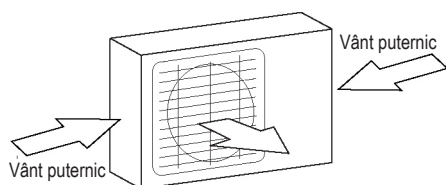

Fig. 5.1
- Dacă locația este expusă la vânt puternic (de exemplu: în apropiere de țărni), unitatea trebuie amplasată pe perete astfel încât să fie ferită de vânt. Dacă este necesar, utilizați o copertină. (Consultați Fig. 5.1 și 5.2)